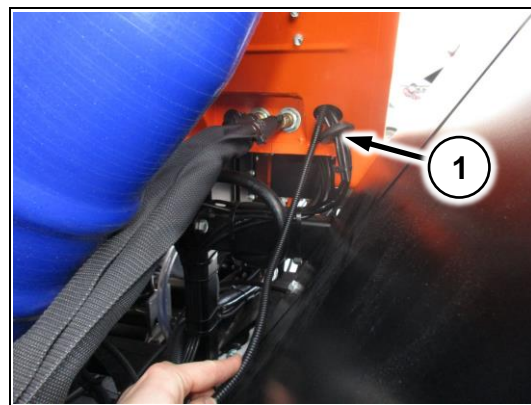

Рис. 162
- 5) Заведите жгут в кабину, в задней части (Рис. 162/1)